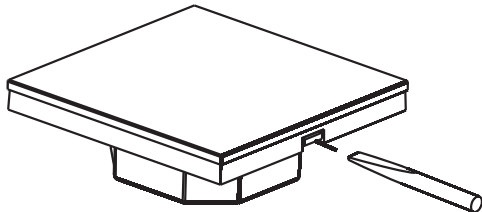

Рис.1. Снятие сенсорной панели
3.2. Аккуратно отделите лицевую панель от корпуса при помощи отвертки (Рис.1).